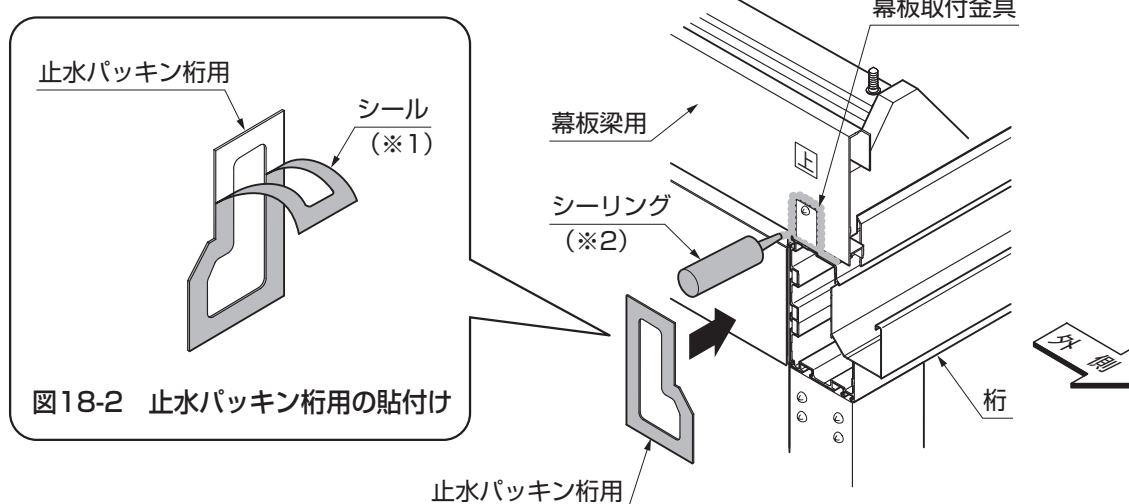

図18-1 幕板取付金具周囲のシーリングと止水パッキン桁用の貼付け
①桁端面に止水パッキン桁用のシール(※1)をはがして貼付けてください。(図18-1、図18-2参照)
②幕板取付金具下部と金具周囲をシーリング(※2)してください。(図18-1参照)